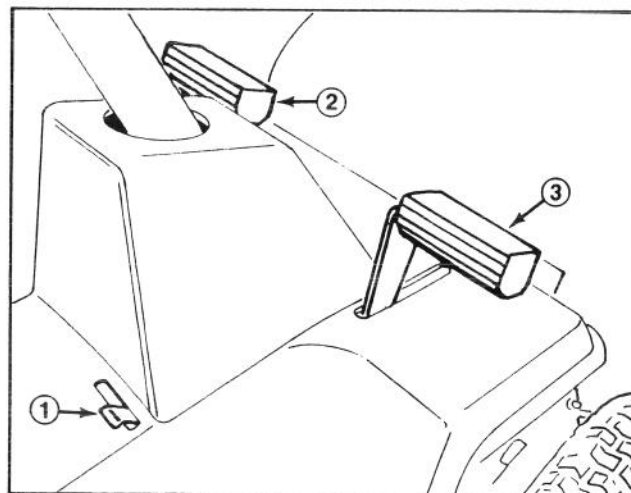

Abbildung 6
Kupplungspedal (Abb. 6)
Bremspedal (Abb. 6)
Feststellbremse (Abb. 6)
1. Die Feststellbremse setzen (Abb. 6): siehe *Benutzung Der Feststellbremse*.
2. Den Feststellbremshebel nach links stellen und das Fußpedal wieder lösen, bis es mit dem Ende des Feststellhebels Kontakt nimmt (Abb. 6).
3. Zum Lösen der Feststellbremse, das Bremspedal nach unten drücken (Abb. 6), wodurch der Feststellbremshebel in seine ursprüngliche Position zurückkehren kann. Dann das Bremspedal lösen.